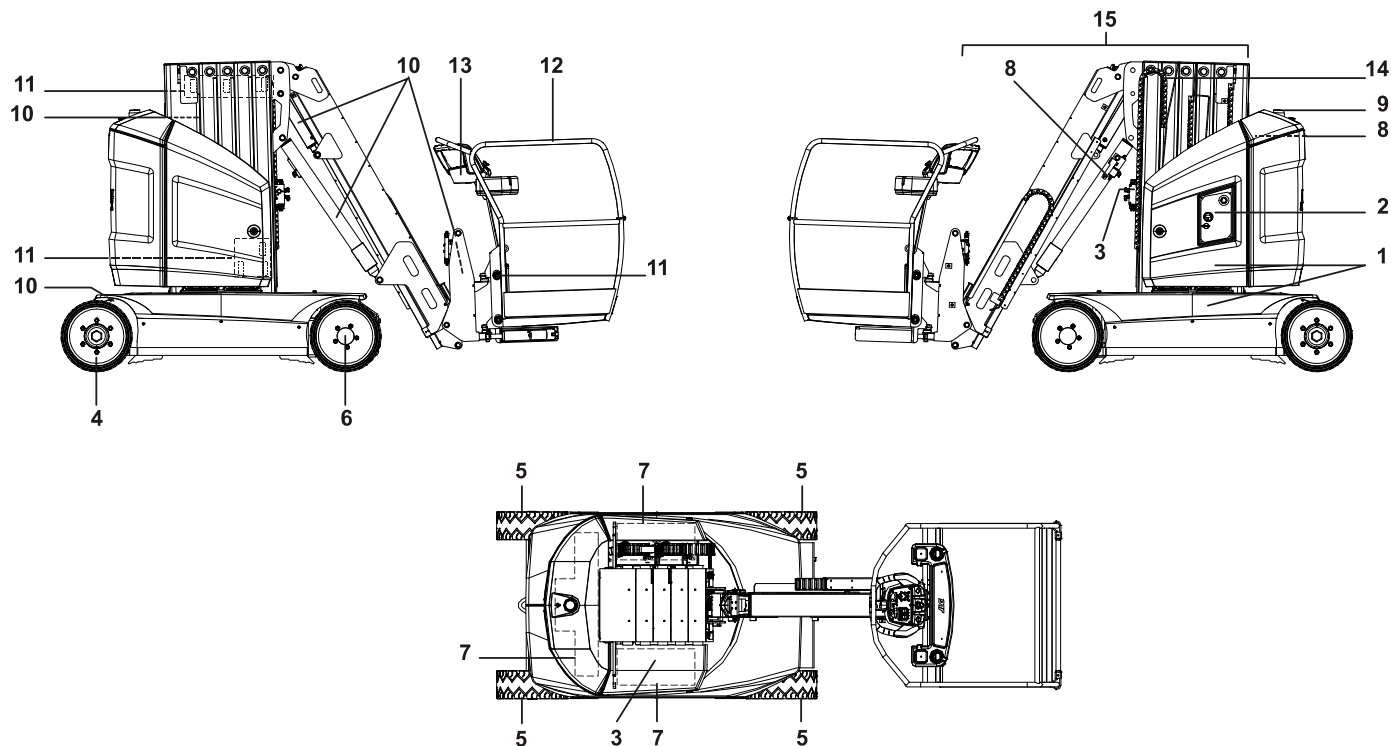

Figura 2-1. Inspecția exterioară zilnică
5. **Inspecția exterioară** – Consultați Figura 2-1.
Începeți „Inspecția exterioară” la Elementul 1, a se vedea Figura 2-1. Continuați verificarea fiecărui element la rând, în ce privește condițiile menționate în lista de verificare următoare.